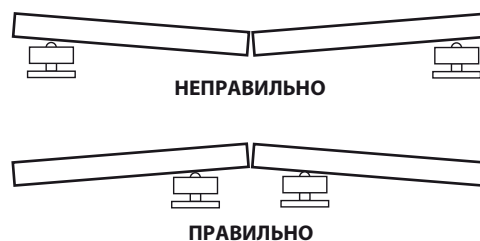

Рис. 6 – Установка трубных опор для предотвращения защемления отрезного диска трубой
1. Как показано на рис. 6, труборез и трубные опоры следует устанавливать так, чтобы при резке отрезаемые части трубы падали в сторону от лезвия трубореза. Защемление отрезного диска трубой может повредить отрезной диск.